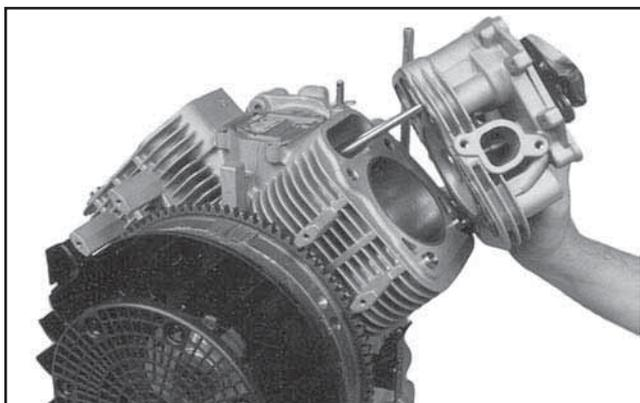

Figure 9-51. Enlèvement des raccords des culasses des cylindres.
1. Retirer les quatre vis ou les six écrous hexagonaux à embase et les rondelles attachant chaque culasse de cylindre. Voir la Figure 9-51. Éliminer les vis ou les écrous et les rondelles après les avoir retirés. Ne pas les utiliser à nouveau. Si l'unité comporte des prisonniers, ils ne doivent être retirés que s'ils sont endommagés ou si une rectification du cylindre est nécessaire. Une fois retirés, il faut les remplacer.